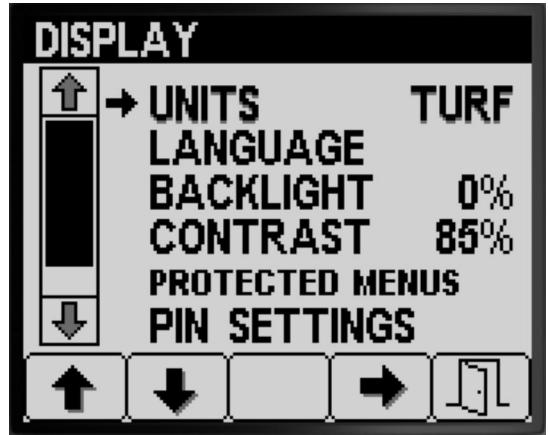

図 17
- ボタン 1 と 2 で単位オプション間の移動図 17。
- ボタン 4 でヤードポンド、ターフ慣用、SI国際単位間の移動図 17。
- ボタン5を押すと設定を保存して単位画面を終了し、設定画面に戻る図 17。